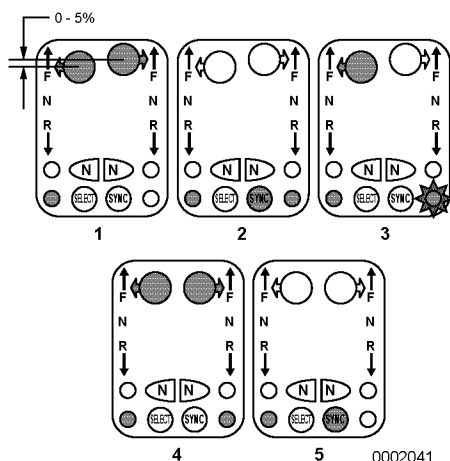

Figure 15
2. Faites correspondre tous les réglages d'embrayage et d'accélération en déplaçant les leviers de commande actifs à bâbord et à tribord à un écart inférieur à 5 % (**Figure 15, (1)**) et appuyez sur le bouton SYNC (**Figure 15, (4)**) sur la tête de commande. Le voyant de synchronisation clignote si les poignées ne sont pas à un écart inférieur à 5 % l'une de l'autre (**Figure 15, (3)**). Le témoin de synchronisation arrêtera de clignoter et restera constamment allumé (**Figure 15, (4)**) lorsque les leviers seront déplacés à l'intérieur de cette plage de 5 %. Un témoin de synchronisation constamment allumé confirme que la synchronisation de croisière est engagée. Pendant que les moteurs sont synchronisés, toutes les vitesses du moteur sont égales en tout temps lorsque les leviers de commande sont réglés à moins de 5 % de distance l'un de l'autre et que leur accélération dépasse 20 %.